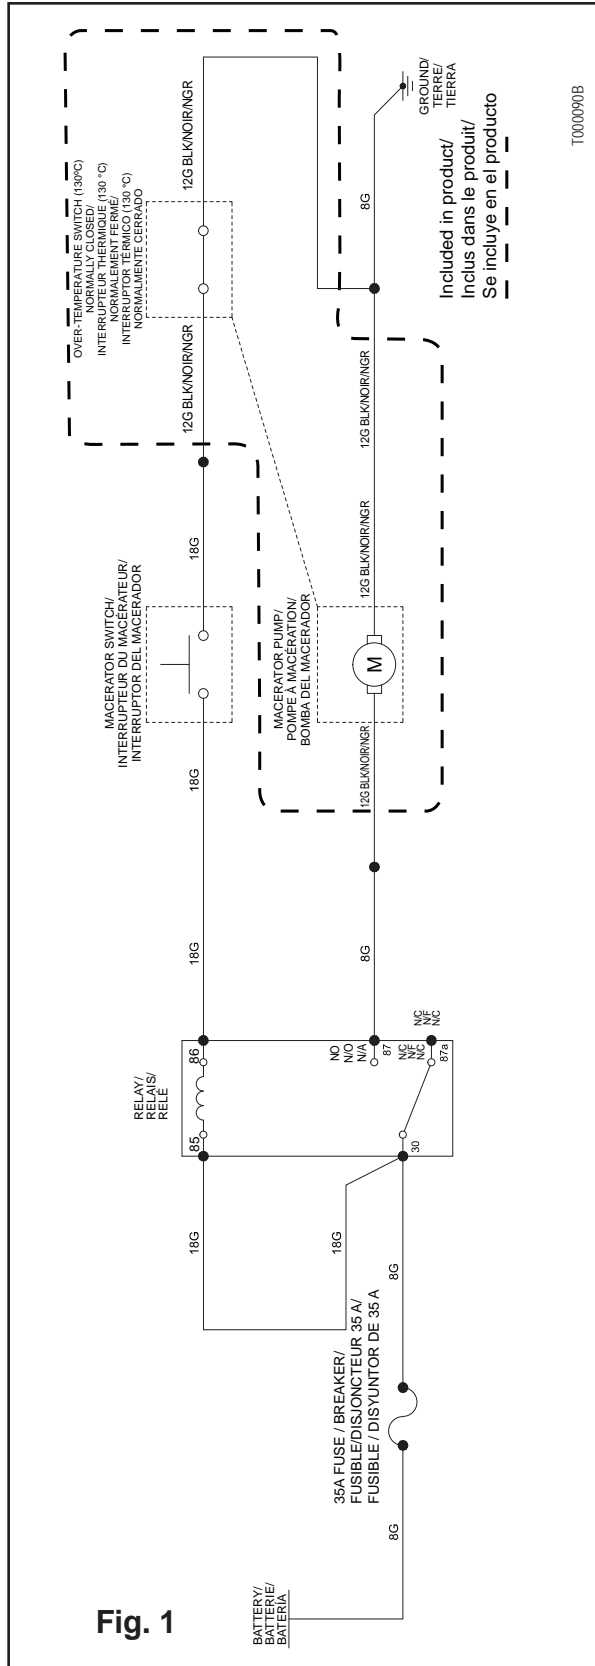

Fig. 1
1. Débrancher l'alimentation électrique. Voir la Fig. 1.
3. Rebrancher l'alimentation électrique. Voir la Fig. 1.
1. Desconecte la alimentación. Vea la Fig. 1.
3. Reconecte la alimentación. Vea la Fig. 1.